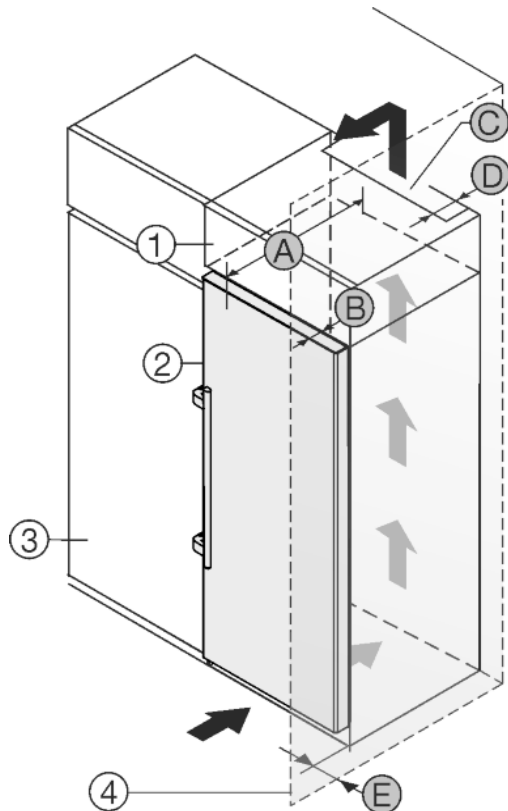

Fig. 9
Das Gerät kann mit Küchenschränken umbaut werden. Um das Gerät Fig. 9 (2) der Küchenzeilenhöhe anzugleichen, kann über dem Gerät ein Aufsatzschrank Fig. 9 (1) angebracht werden.
Das Gerät kann direkt neben dem Küchenschrank Fig. 9 (3) aufgestellt werden. Um die Türe vollständig öffnen zu können, muss das Gerät um die Tiefe Fig. 9 (B) gegenüber der Küchenschrankfront vorstehen. Abhängig von der Tiefe der Küchenschranke und Verwendung von Wandabstandshaltern kann das Gerät weiter herausragen.
- An der Rückseite des Aufsatzschrankes muss ein Abluftschacht mit der Tiefe Fig. 9 (D) über die gesamte Aufsatzschrankbreite vorhanden sein.
- Unter der Raumdecke muss der Entlüftungsquerschnitt Fig. 9 (C) eingehalten werden.
Wenn das Gerät mit den Scharnieren neben einer Wand Fig. 9 (4) aufgestellt wird, muss der Abstand Fig. 9 (E) zwischen Gerät und Wand eingehalten werden. Dies entspricht dem Griffüberstand bei geöffneter Türe.